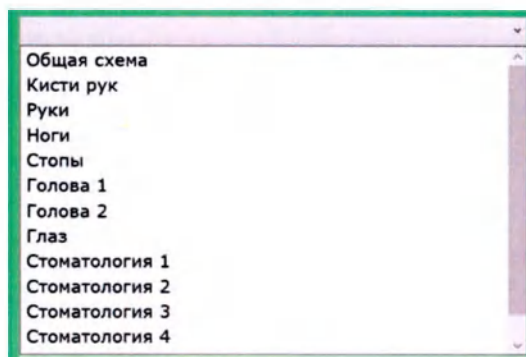

Рисунок 10 – Окно выбора системы
- В окно «**Системы**», расположенное в правой нижней части экрана, выводится выбранное оператором изображение из выпадающего списка систем (рисунок 10).